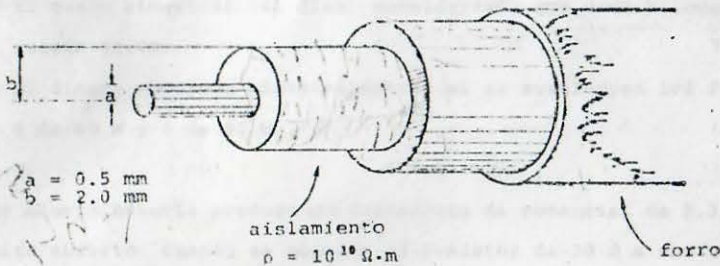

FIGURA P3.7
3.7 Calcule la resistencia, por metro de longitud, del aislamiento del cable coaxial de la figura P3.7.